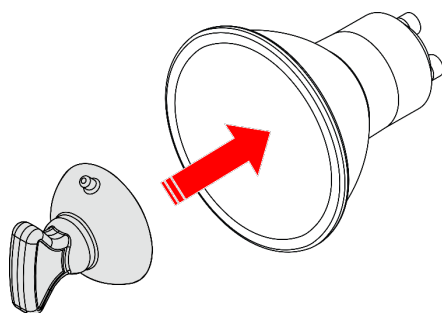

Fig. 04
- 01) Fixez la ventouse livrée à l'ampoule (voir fig. 04).